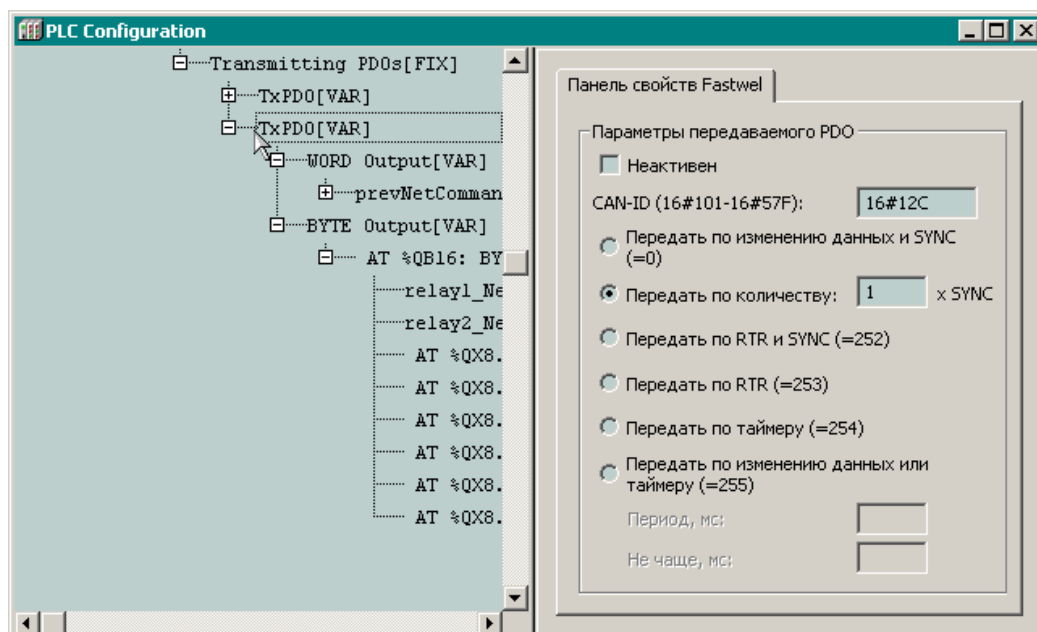
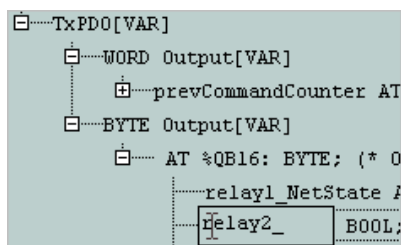

Рис. 27. Каналы полей передачи данных
Рис. 28. Ввод символических имен для каналов полей передачи данных
3. Раскройте добавленное поле передачи данных, как показано на рис. 27 и введите символическую ссылку для выходного канала *WORD Output* – *prevNetCommandCounter*. Процесс ввода символических ссылок иллюстрируется рис. 28. Созданная выходная переменная будет служить для передачи в сеть предыдущего полученного значения счетчика команд.